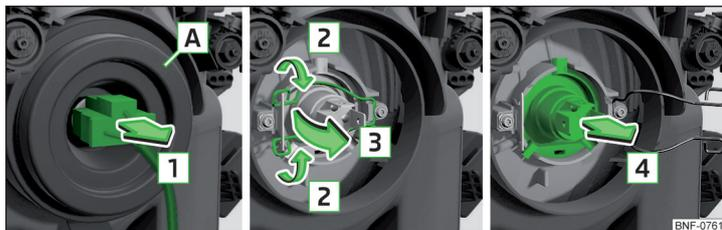

Fig. 172 Sustituir la bombilla para luz de cruce y de carretera
- » Extraer el conector de la bombilla en el sentido de la flecha **1** » fig. 172.
- » Presione el estribo de seguridad en el sentido del faro y, a continuación, desengánchelo en el sentido de la flecha **2** » fig. 172.